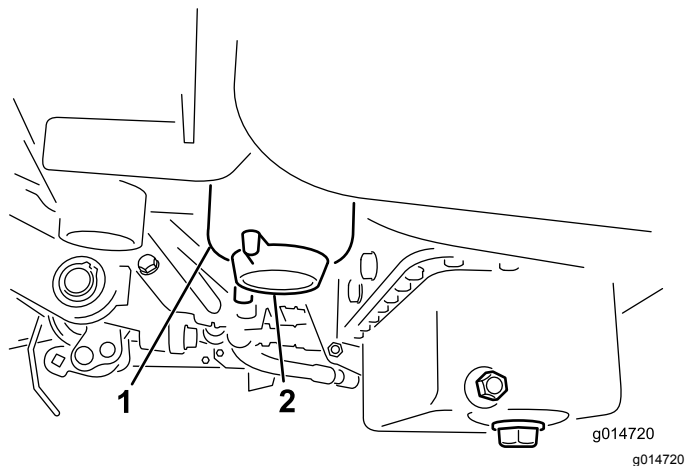

图33
2. 清洁滤清器过滤筒的安装区域图33。
4. 打开滤清器排油塞图33。